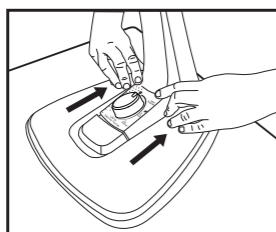

Figura 5
- Para desmontar a base da haste, em uma mesa segura, faça o movimento inverso. Apoie as mãos na base e, com uma leve pressão com os dois dedos indicadores, puxe a haste para trás. (figura 5)